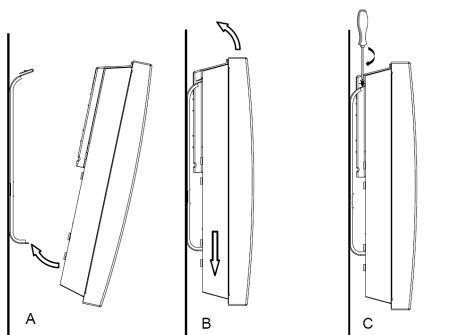

Fig 4
- Présenter l'appareil face au support mural, insérer le support dans les encoches situées en partie basse au dos de l'appareil et le faire glisser légèrement vers le haut afin de le verrouiller. Insérer ensuite la partie supérieure puis remettre les vis de maintien (voir Fig 4)